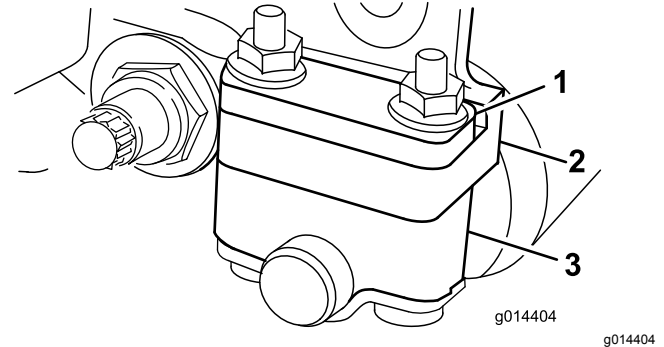
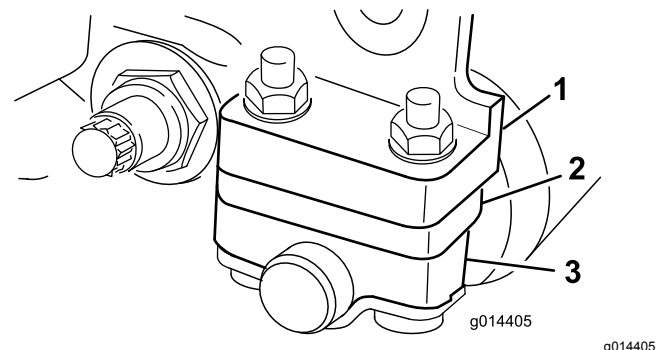

Figura 15
Figura 16
In base all'altezza di taglio desiderata occorrerà regolare le staffe del rullo posteriore (Figura 15 o Figura 16) nella posizione bassa o alta:
- Collocate il distanziale sopra la flangia di montaggio della piastra laterale (impostazione di fabbrica) se l'altezza di taglio è compresa tra 1,5 mm e 6 mm, come illustrato nella Figura 15.
- Collocate il distanziale sotto la flangia di montaggio della piastra laterale se l'altezza di taglio è compresa tra 3 mm e 25 mm, come illustrato nella Figura 16.
2. Rimuovete i (2) dadi che fissano ogni staffa del rullo e ogni distanziale a ciascuna flangia di montaggio della piastra laterale.
4. Posizionate i distanziali sui bulloni sopra o sotto le staffe del rullo, come opportuno (Figura 15 o Figura 16).